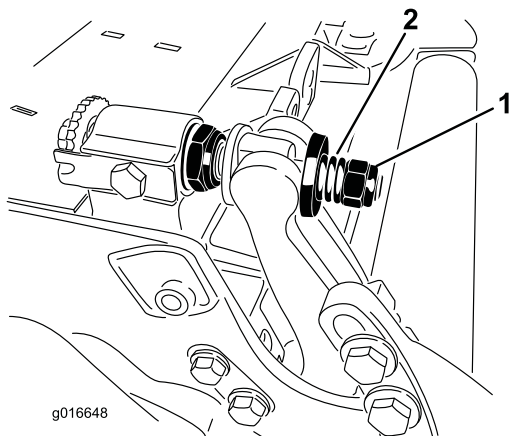

Figure 34
4. Serrez l'écrou de tension du ressort jusqu'à ce que les spires soient jointives, puis desserrez-le d'un demi-tour (Figure 34).